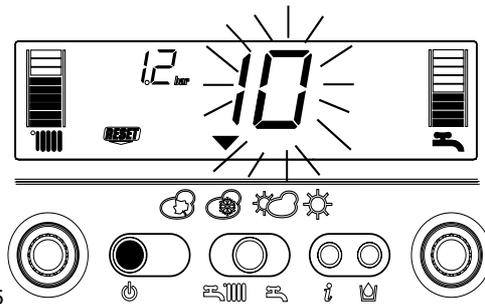

Fig. 4.25
2) Visualización solamente del icono (fig. 4.25)